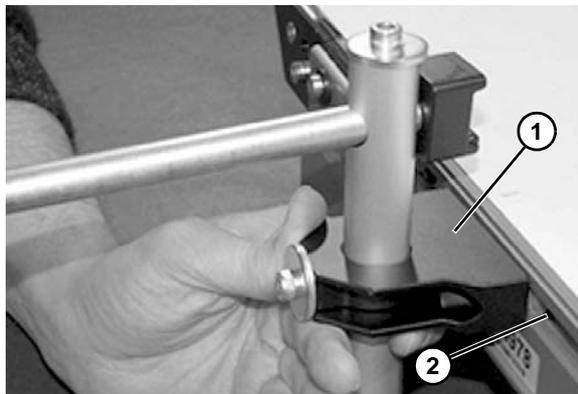

Figure 19
1. Placer les supports de guidage (**Figure 19, élément 1**) dans les rainures en T du convoyeur (**Figure 19, élément 2**).